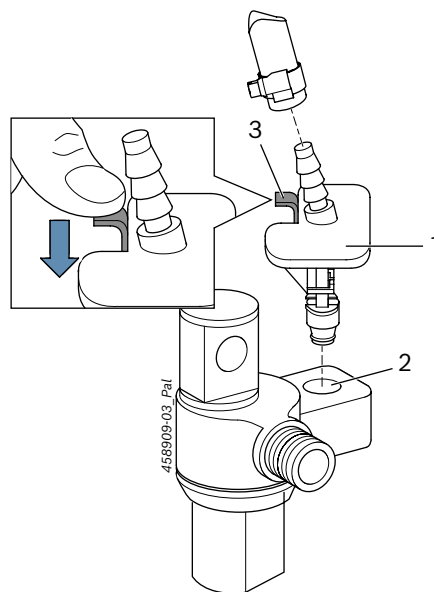

Fig. 3: Adattatore di ritorno 1 683 356 137
L'adattatore di ritorno 1 683 356 137 (Fig. 3, pos. 1) unisce il ritorno del CRI di Delphi (Fig. 3, pos. 2) tramite la tubazione flessibile 1 680 712 249 e tramite la tubazione flessibile 1 680 712 289 con attacco di prova per quantità di ritorno su EPS 200 / EPS 205.
i Spingendo la linguetta (Fig. 3, pos. 3) viene assicurato l'adattatore di ritorno. Per rimuoverlo, tirare la linguetta verso l'alto ed estrarre l'adattatore di ritorno dal raccordo di ritorno.